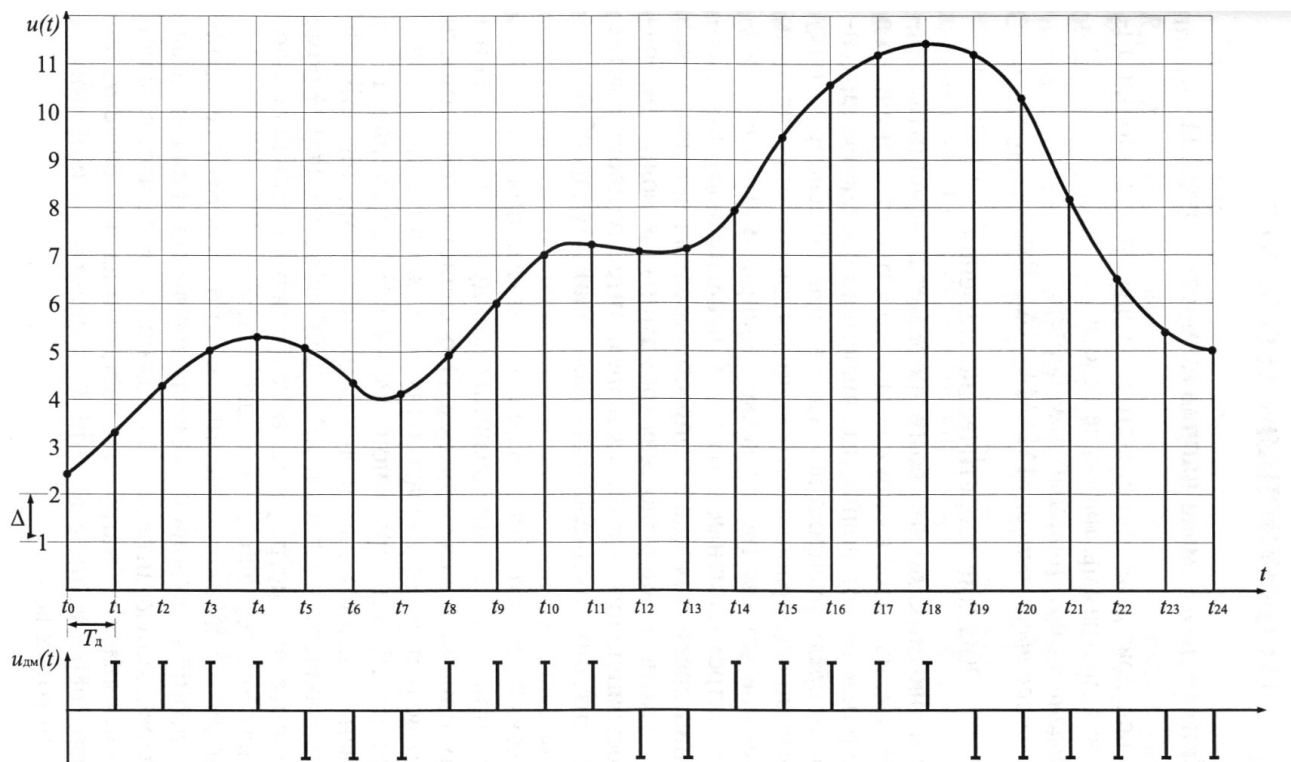

Рис. 44. Получение ДМ-сигнала
2. Преобразуйте исходный аналоговый сигнал в ДМ-сигнал (рис. 44). Вид исходного аналогового сигнала изображен на рисунке 42.
2.1. Правило формирования ДМ-сигнала показано на рис. 44. На участке $t_0 \dots t_4$ аналоговый сигнал $u(t)$ возрастает (производная положительная), поэтому кодовые символы ДМ сигнала принимают значения $+1$ и на рис. 3 изображаются как импульсы положительной полярности. На участке $t_5 \dots t_7$ сигнал $u(t)$ убывает (производная отрицательная), кодовые символы ДМ сигнала принимают значения -1 и изображаются в виде импульсов отрицательной полярности. Аналогично формируются сигналы и для других участков.